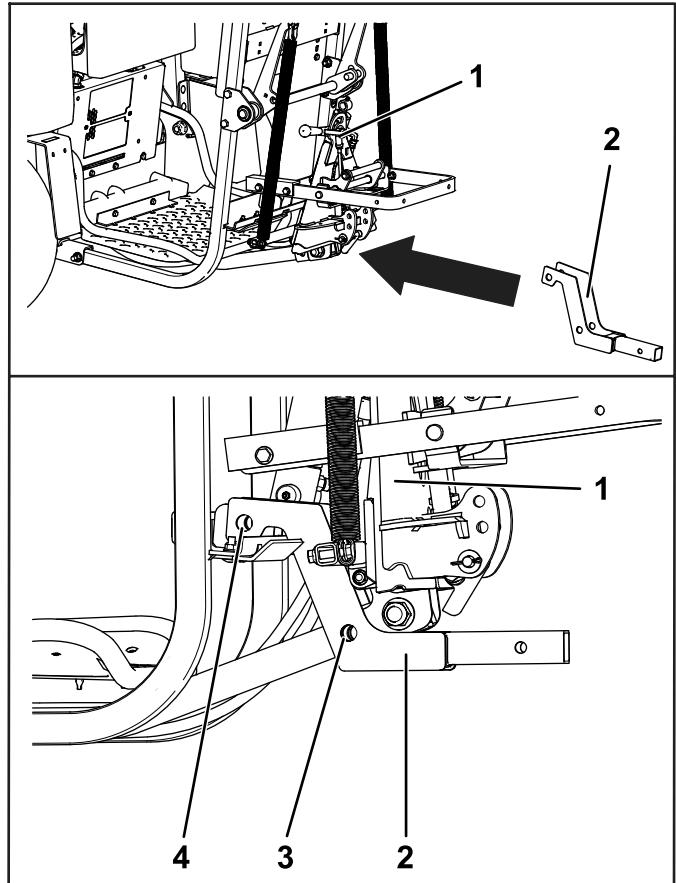

図1
- 牽引バー・ヒッチを、後部アタッチメントアセンブリの上下の穴に合わせる図1。